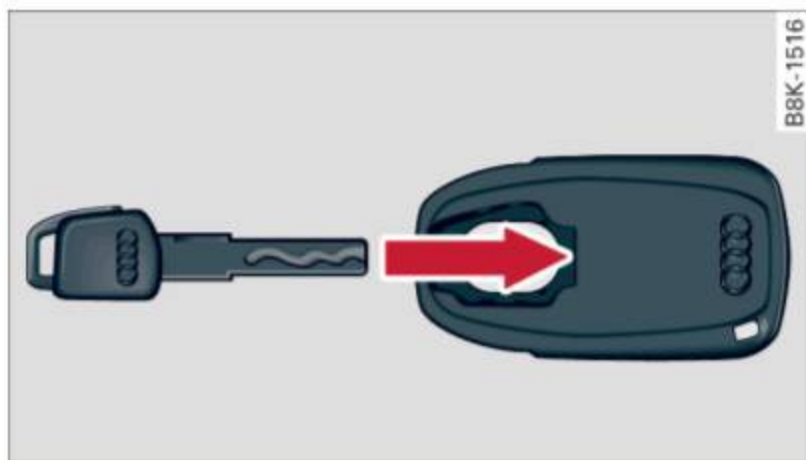

Fig. 90 Insérez la clé d'urgence dans l'adaptateur
- ▶ Enfoncez complètement la clé d'urgence ⇒ *fig. 90* dans l'adaptateur. Assurez-vous que les anneaux Audi sont dirigés vers le haut.